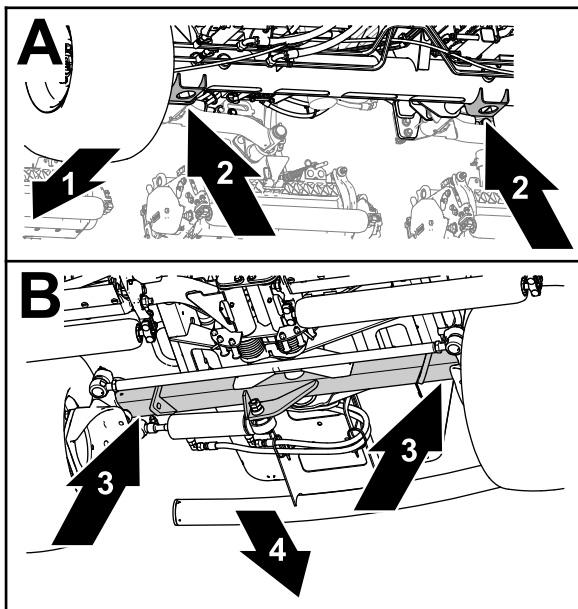

Bild 100
- Front: Die Wagenheberaufnahmen des Vorderachsrohrs (Bild 100).